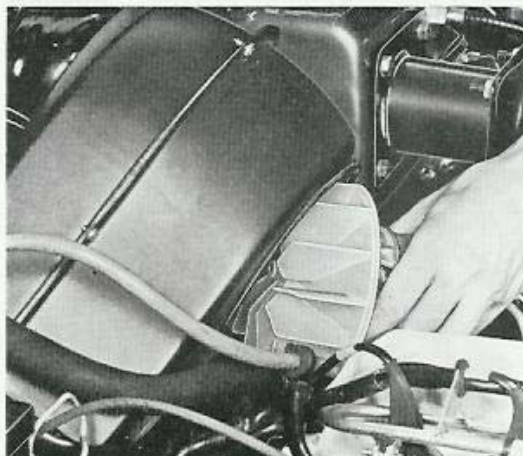

Bild 62. Demontering av fläktmotor
5. Dra ut motorn ur värmaren så långt det går och skruva loss motorns fästplatta. Därefter kan fläktmotorn tas ut ur värmaren (bild 62).